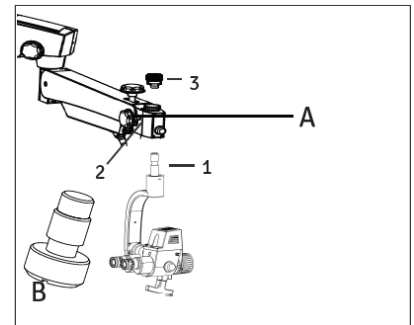

Fig. 39
### 4. Récupérez le coupleur incliné avec magnichanger de l'emballage et suivez la procédure ci-dessous en vous référant à la Fig. 39.
**Attention :** Assurez-vous que la vis de sécurité (B) est bien serrée en position (2) pour éviter une chute soudaine de l'accouplement. La vis de sécurité est toujours attachée avec le bouton de verrouillage du bras porteur A comme indiqué sur la Fig. 39